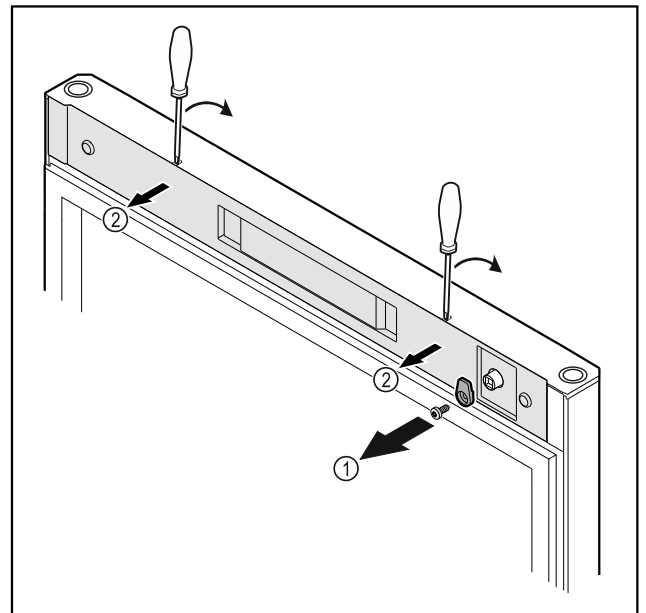

Fig. 20
- Sluithaak Fig. 20 (1) losschroeven.
- Afdekking Fig. 20 (2) met een kleine schroevendraaier losmaken en verwijderen.